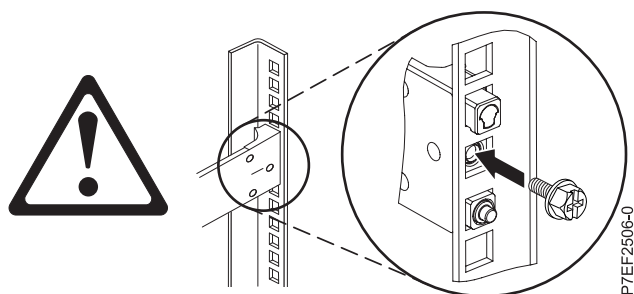

Figura 4. Recolocación del tornillo
4. Vuelva a colocar el tornillo que ha extraído en el paso 2 en la página 4, como se muestra en la Figura 4.